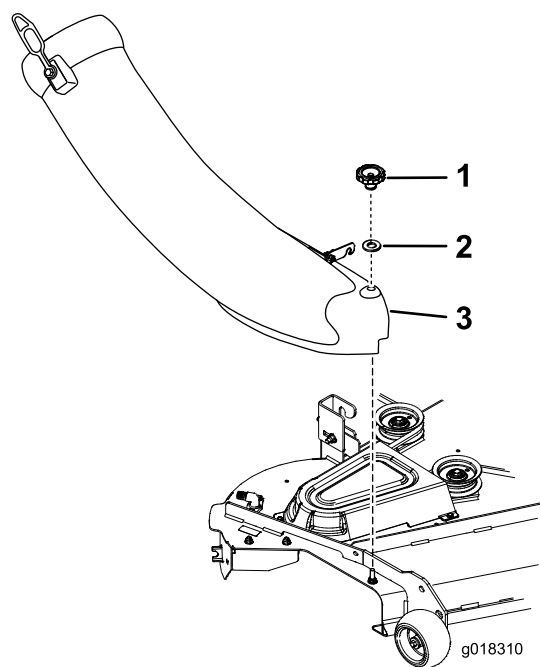

Figura 21
4. Alinee el orificio del conducto y monte el conducto sobre el perno. Sujete el conducto a la carcasa de corte con el pomo y la arandela plana (5/16 pulgada) (Figura 21).